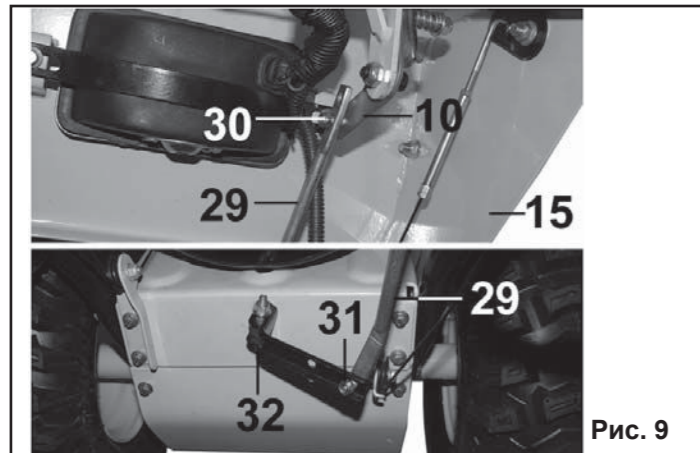

Рис. 9
**6.5. Установка тяги рычага переключения передач (Рис.9).**